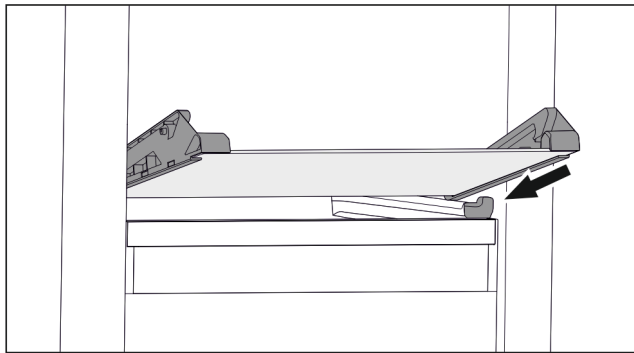

Fig. 71 Placa de vidrio del cajón inclinable
- Coloque la placa de vidrio inclinada detrás de los topes. (consulte Fig. 71)